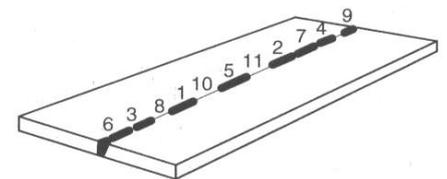

Figure.6.24
- Exécutez le soudage par petits bouts à la fois seulement, 10 à 15mm, en alternant les passes (Figure.6.24) ;